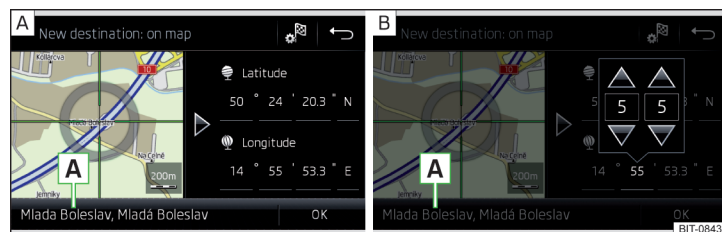

Fig. 231 Introducere destinație: prin intermediul punctului de pe hartă / cu ajutorul coordonatelor GPS
- Prin atingerea ecranului, deplasați destinația dorită în punctul de intersecție al liniilor » fig. 231 - **A**.
- Atingeți suprafața de comandă funcții cu valoarea dorită a coordonatelor GPS pentru lățimea geografică  și lungimea geografică  » fig. 231 - **B**.
Dacă în datele de navigație ale Infotainment sunt disponibile informații despre punct, acestea sunt afișate în locul coordonatelor GPS (de exemplu adresa **A** » fig. 231).